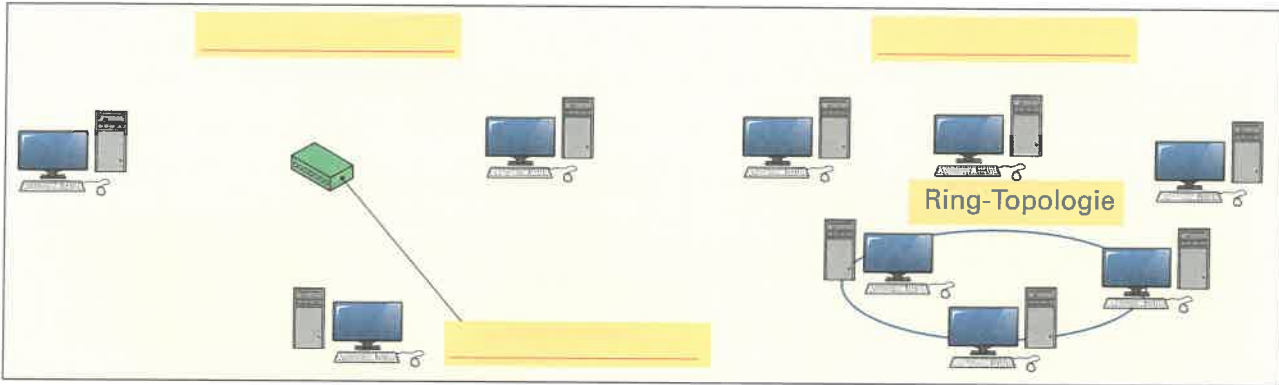

Bild 2: Topologien im lokalen Netzwerk (LAN)
1. Ergänzen und bezeichnen Sie die grundlegenden Topologien in **Bild 2** für ein lokales Netzwerk (LAN).